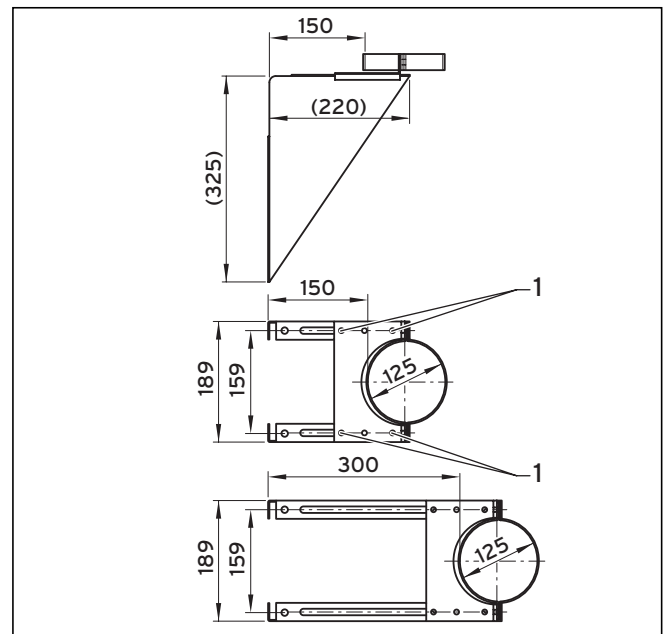

Abb. 6.70 Montage der Wandkonsole
- Stellen Sie den gewünschten Wandabstand ein und ziehen Sie die 4 Schrauben (1, Abb. 6.70) in montierbarer Position fest.